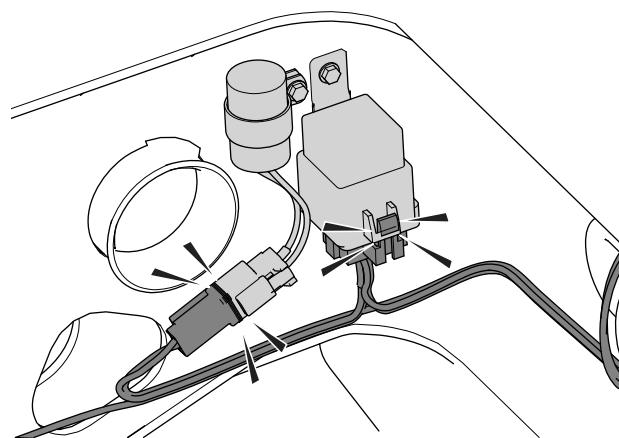

Bild 6
- Schließen Sie den Kabelbaum am Timermodul und am Relais an (Bild 6).